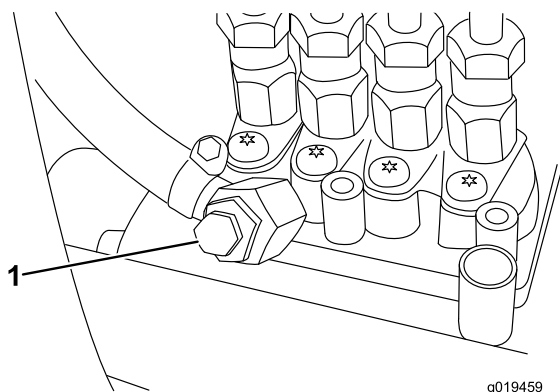

Рисунок 29
6. Выверните продувочный винт из топливного насоса (Рисунок 29).